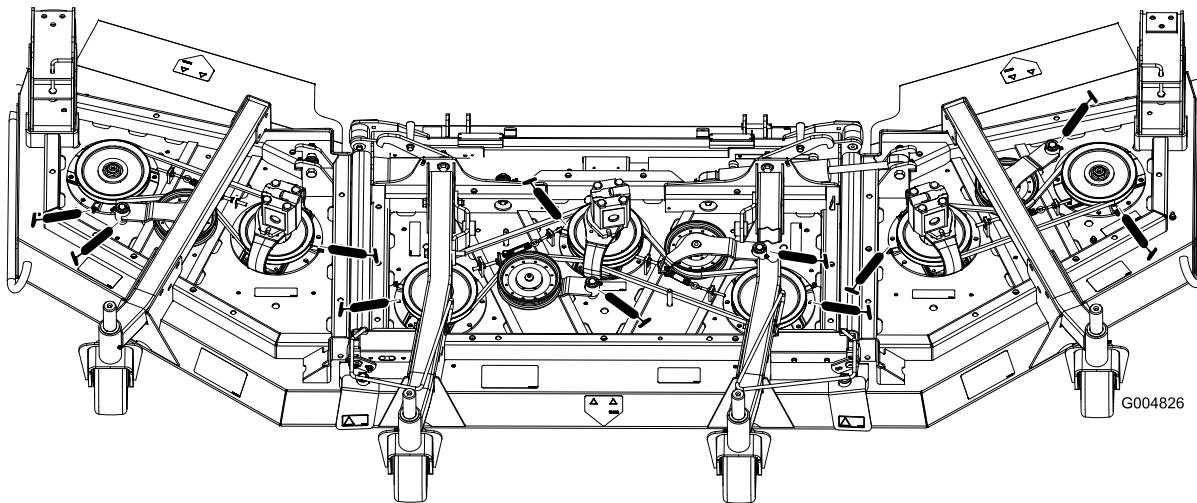

Figura 40
- Cuscinetti dell'asse del perno (3) (Figura 40)
- Boccole del perno del braccio di rinvio (Figura 40)